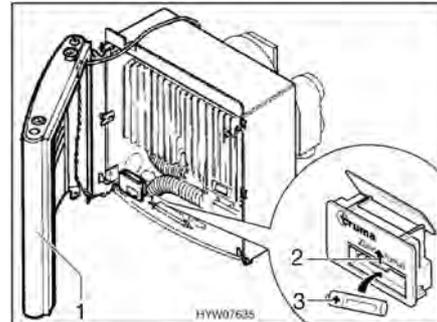

Fig. 118 Chauffage ouvert
- Placer l'habillage sur le côté (Fig. 118,1) pour que les câbles de raccordement pour le ventilateur d'air chaud et pour la lampe témoin de l'allumage n'aient pas à être débranchés.
- Pousser le couvercle du compartiment à piles de l'allumage automatique (Fig. 118,2) vers le haut.
- Placer une nouvelle batterie (Fig. 118,3) de même type, en plaçant correctement les pôles (+/-), dans le compartiment à piles de l'allumage automatique. N'utiliser que des piles AAA résistantes à la chaleur (+70 °C) et étanches.